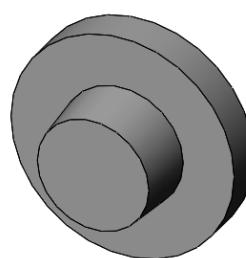

图 4-83 生成实体模型拔模
- [5] 单击【确定】按钮 ，生成实体模型拔模，如图 4-83 所示。